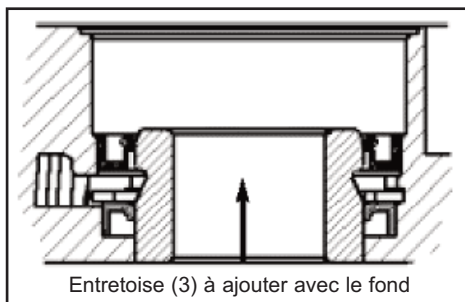

Figure 21
5. Enfoncez l'entretoise (3) à partir du côté du rotor et en traversant les deux joints jusqu'à ce qu'elle soit de niveau avec la face du fond ; voir la figure 21.